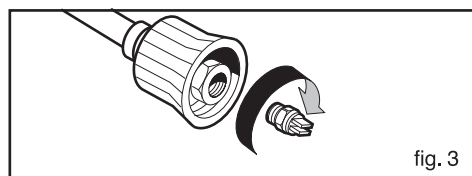
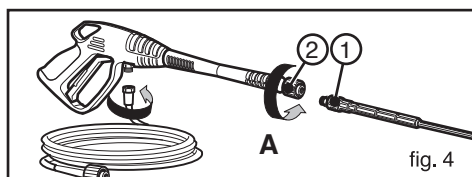

fig. 3
fig. 4
Alvorens de hogedrukreiniger te gebruiken moet u de lans op het pistool en de spuitdop op de lans monteren (fig. 3). Om de lans aan het pistool te monteren is het nodig het bewerkte deel van de lans (fig 4 pos.1) in het gat van het pistool te doen (fig 4 pos.2), dan schroeft u de lans in de richting van de pijl (A) tot dat de bevestiging compleet is (zie fig 4).